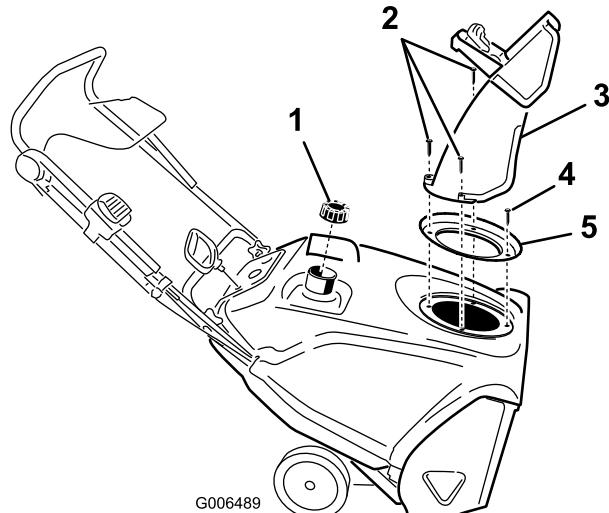

Figure 24
3. Enlevez les 3 grandes et la petite vis pour pouvoir déposer l'éjecteur, la poignée de l'éjecteur et le joint de l'éjecteur (Figure 24).
4. Enlevez les 4 vis de fixation du carénage (Figure 24).